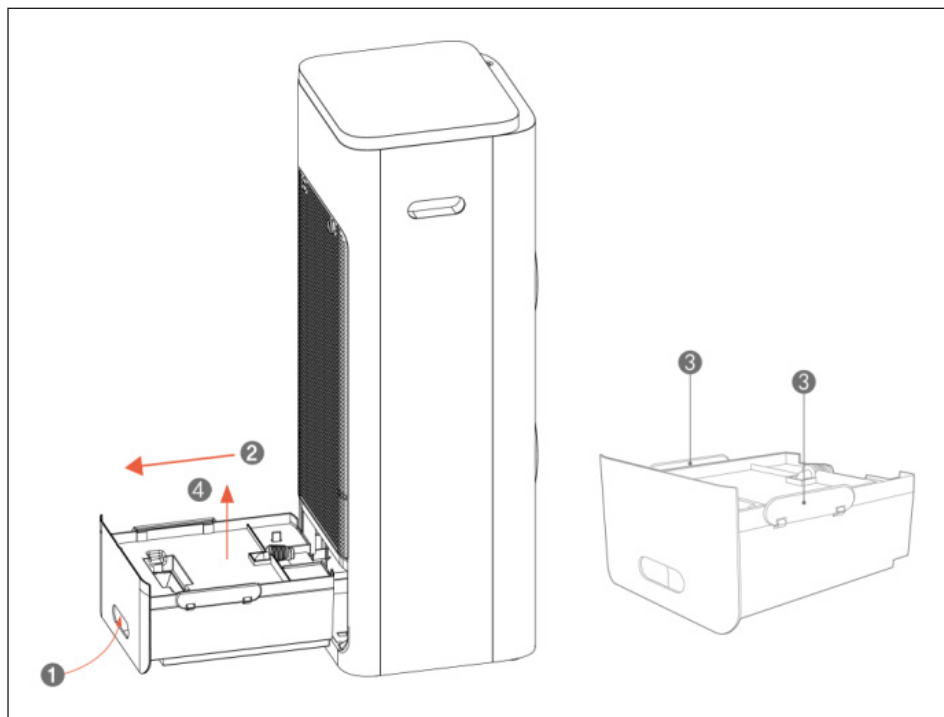

Figure 4
2. Retirez le réservoir d'eau (voir figure 4).
- a. Appuyez sur le haut de la poignée du réservoir d'eau (1).
- b. Retirez le réservoir d'eau (2).
- c. Desserrez les verrous des deux côtés du couvercle du réservoir d'eau (3).
- d. Retirez le couvercle du réservoir d'eau (4).